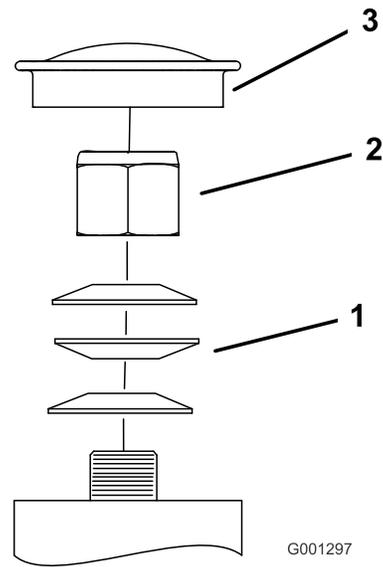

Figura 59
3. Retire el tapón guardapolvo de la rueda giratoria y apriete la contratuerca (Figura 59).
4. Apriete la contratuerca hasta que las arandelas elásticas estén planas, luego afloje la contratuerca  $\frac{1}{4}$  de vuelta para establecer la pre-carga correcta de los cojinetes (Figura 59).
**Importante:** Asegúrese de que las arandelas elásticas están correctamente instaladas, como se muestra en la Figura 59.
5. Coloque el tapón guardapolvo (Figura 59).